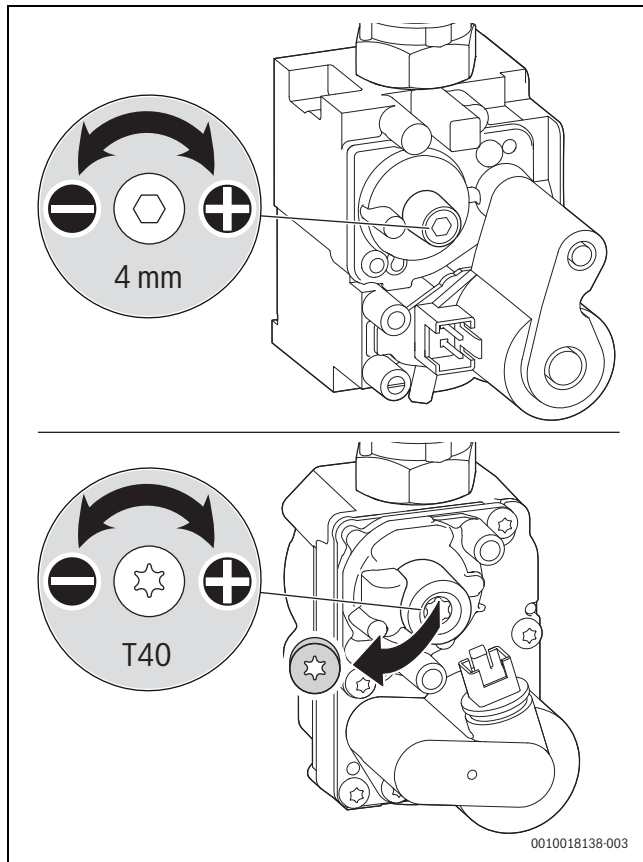

Bild 64 CO₂- oder O₂-Gehalt einstellen
- ▶ Plombe an der Einstellschraube der Gasarmatur entfernen (nur bei der unteren Gasarmatur in Bild 64) und CO₂- oder O₂-Gehalt für minimale Nennwärmeleistung einstellen.